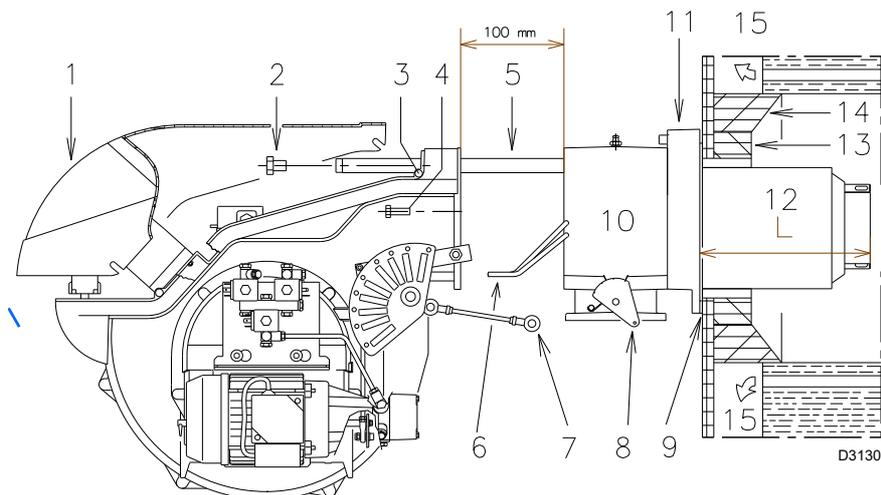
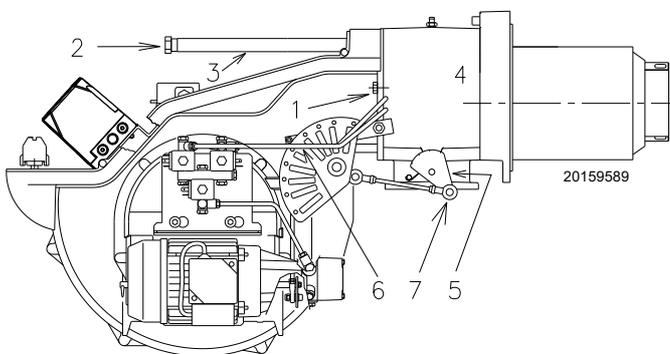

Fig. 15
Fig. 20
Para calderas con paso de humos delantero 15)(Fig. 15) o con cámara de inversión de llama, colocar una protección de material refractario 13) entre el refractario de la caldera 14) y el tubo llama 12).
En calderas con frontal refrigerado por agua, no es necesario el revestimiento refractario 13)-14)(Fig. 15), salvo que lo indique expresamente el fabricante de la caldera.
Separar el cabezal de combustión del resto del quemador, Fig. 15:
- Desconectar los cables de los electrodos y a continuación extraer por completo el quemador de las guías. Fijar el manguito con la brida 11)(Fig. 15) a la placa de la caldera, interponiendo la junta aislante 9)(Fig. 15) que se suministra. Utilizar los 4 tornillos suministrados después de haber protegido su rosca con productos antiagarrotamiento.
Volver a montar el quemador en las guías 3)(Fig. 20) a unos 100 mm del manguito 4)(Fig. 20); véase quemador en la posición que se muestra en la Fig. 15.
Introducir los cables de los electrodos y deslizar el quemador hasta el manguito, hasta que alcance la posición indicada en la Fig. 20.
Volver a colocar los tornillos 2) en las guías 3)(Fig. 20).
Fijar el quemador al manguito utilizando los tornillos 1)(Fig. 20).
Volver a conectar los tubos del gasóleo enroscando los dos racores 6)(Fig. 15).
Volver a enganchar la rótula 7) en el sector graduado 5)(Fig. 20).